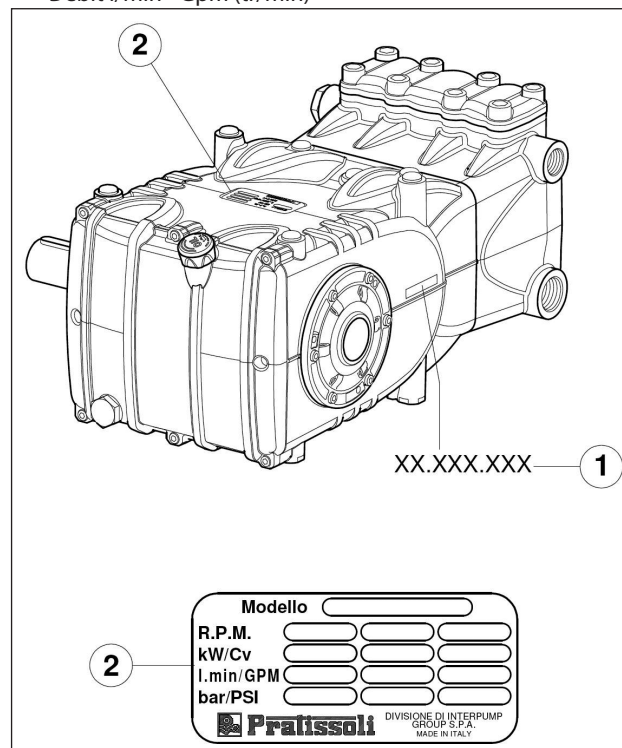

Fig. 1
Chaque pompe possède son propre n° de série XX.XXX.XXX, voir pos. ①, ainsi qu'une plaque signalétique, voir pos. ② de la Fig. 1, portant les indications suivantes :